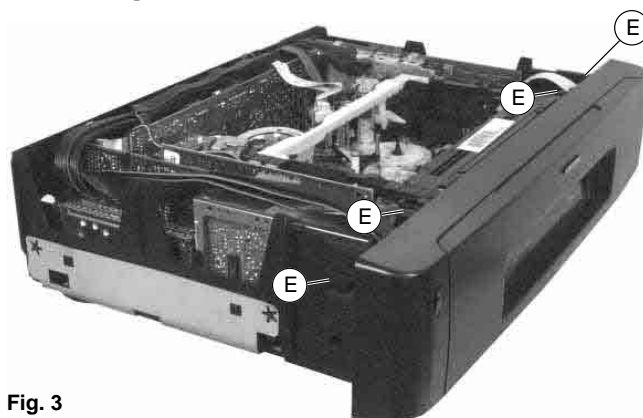

Fig. 3
- Défaire les crochets (D) (Fig. 2) et (E) (Fig. 3), retirer la façade et au besoin défaire les connexions.
- Release the locking catches (D) (Fig. 2) and (E) (Fig. 3), remove the front panel and unplug the connectors if necessary.